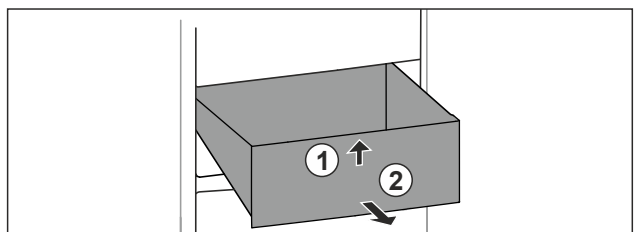

Fig. 115
- ▶ 抬起抽屉前部。 Fig. 115 (1)
- ▶ 朝前取出抽屉。 Fig. 115 (2)